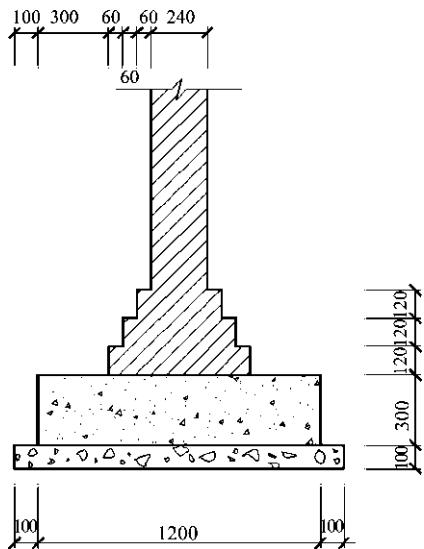

图 1-143 习题 12
12. 按图 1-143 规定尺寸精确绘图，要求图形层次清晰，图层设置合理。基础轮廓线应有一定的宽度，宽度自行设置。